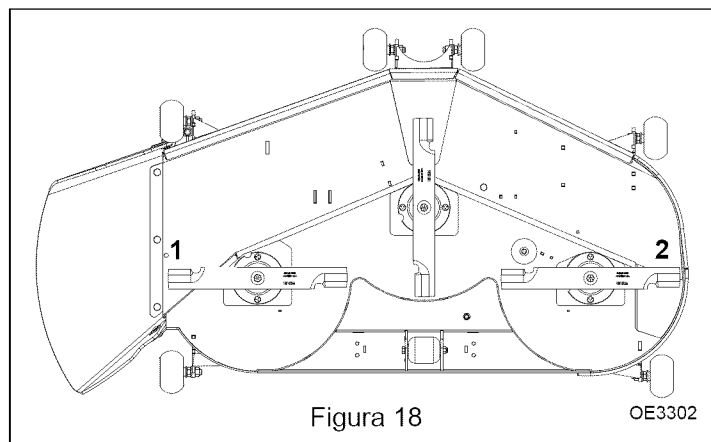

Figura 18
- Ajuste ambas cuchillas externas para que queden perpendiculares al cortacésped como se observa en figura 18.